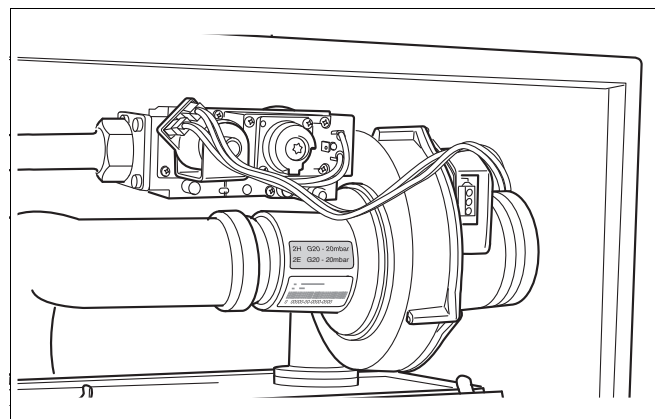

Fig. 68 Sticker gassoort controleren
- Controleer of de gassoort waarop het cv-toestel is aangesloten overeenkomt met de gassoort zoals die vermeld staat op de sticker gascategorie (→ fig. 68).